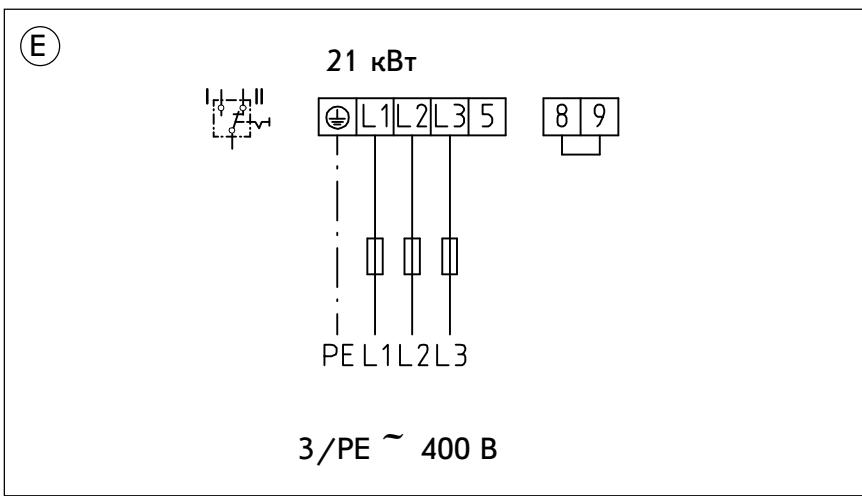

Рис. 15
(E) Режим одноконтурного накопителя, рис.15**Реле сброса нагрузки LR 1-A**